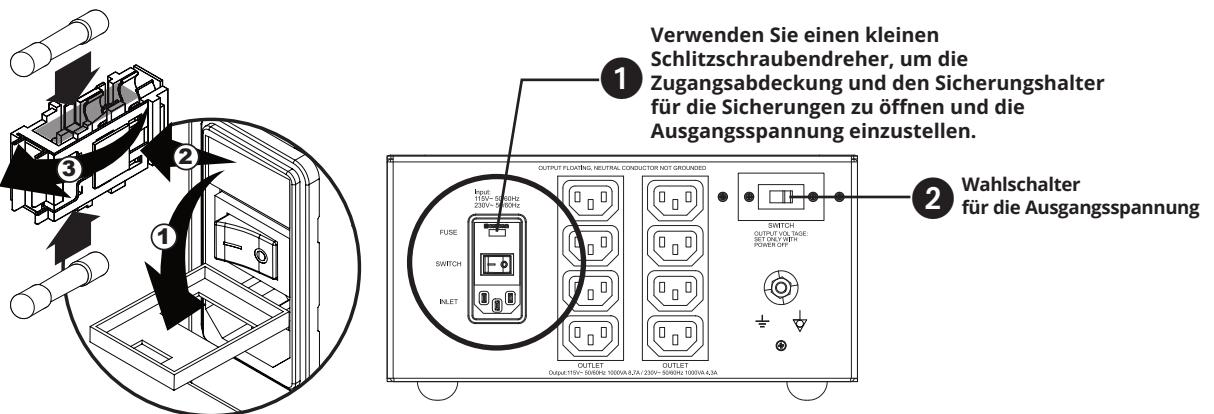

Abbildung 2
Die Auswahl der Eingangsspannung erfolgt über den Eingangssicherungshalter (Abbildung 2). Die gewählte Spannung wird über dem Netzschatzer angezeigt. ① Sie müssen je nach Eingangsspannung den richtigen Sicherungswert einsetzen. Der richtige Sicherungswert ist der Tabelle in Abschnitt 3.1.5 zu entnehmen. Die Auswahl der Ausgangsspannung erfolgt mit dem Wahlschalter. ② Der Bereich mit dem Ausgangsspannungs-Wahlschalter ist mit einer Plattenabdeckung mit einer kleinen Öffnung ausgestattet. Verwenden Sie einen kleinen Schlitzschraubenzieher, um für die Einstellung der Ausgangsspannung auf die kleine Öffnung zuzugreifen.